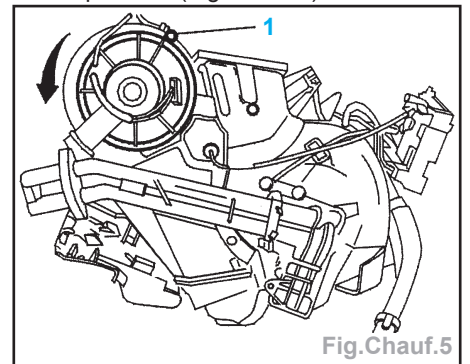

Fig.Chauf.5
**Nota :** Déposer la vis (1) qui peut être présente dans certains cas de montage en réparation (Fig.Chauf.5).